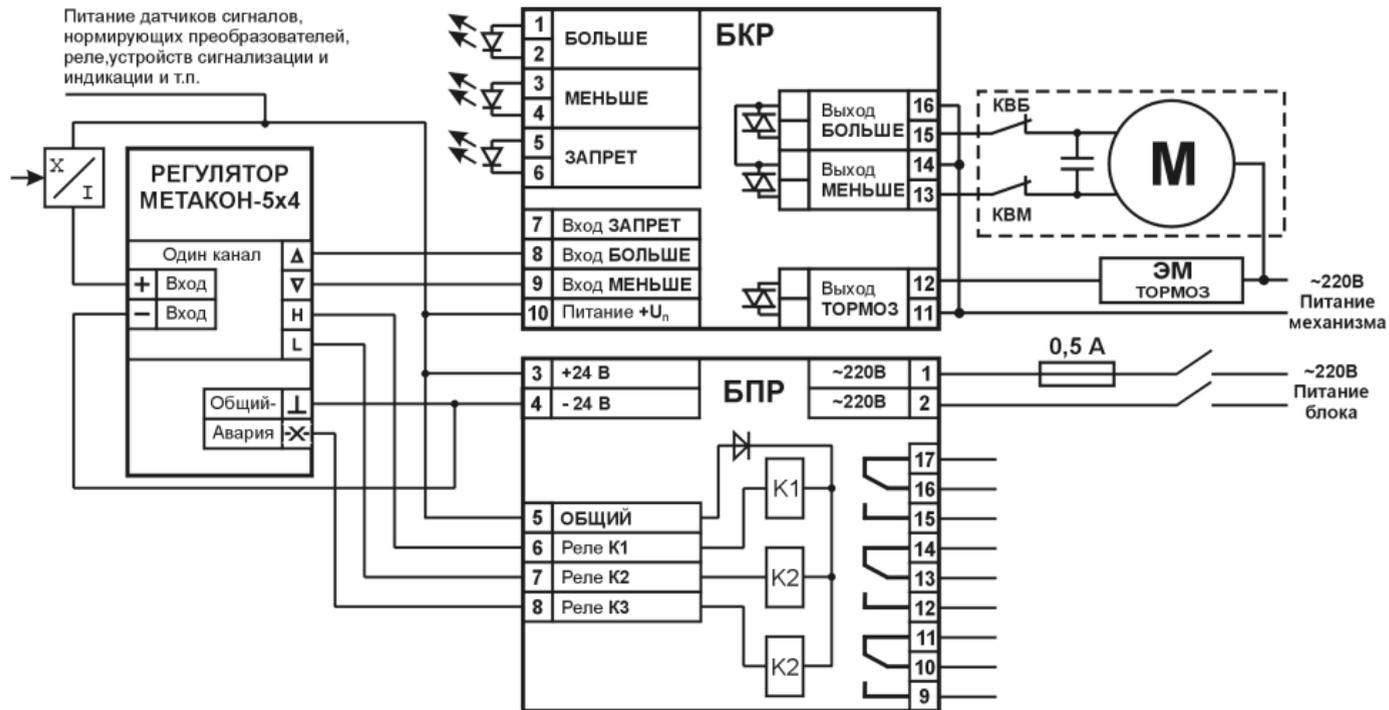

Рис. 3.2.
3.2 Схема подключения **БПР** в комплекте с блоком коммутации реверсивным **БКР** и регулятором **МЕТАКОН-5Х4** показана на рис. 3.2.